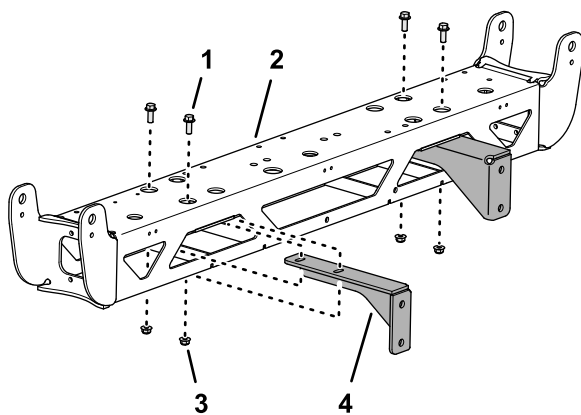

Figura 82
4. Retire los 2 tornillos con arandela prensada (3/8" x 1") y las 2 contratuercas con arandela prensada (3/8") que sujetan el soporte a la sección de brazo central, y retire el soporte (Figura 82).
5. Repita el paso 4 con el otro soporte (Figura 82).